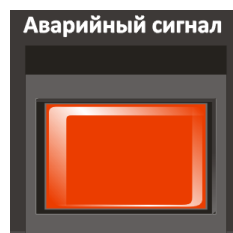

Рис. 4.45. Внешний вид кнопочного переключателя аварийного режима
- a. При нажатии переключателя аварийного режима (Рис. 4.45) на контроллере LPA-EVA-MA, система перейдет в состояние сброса аварийного режима.